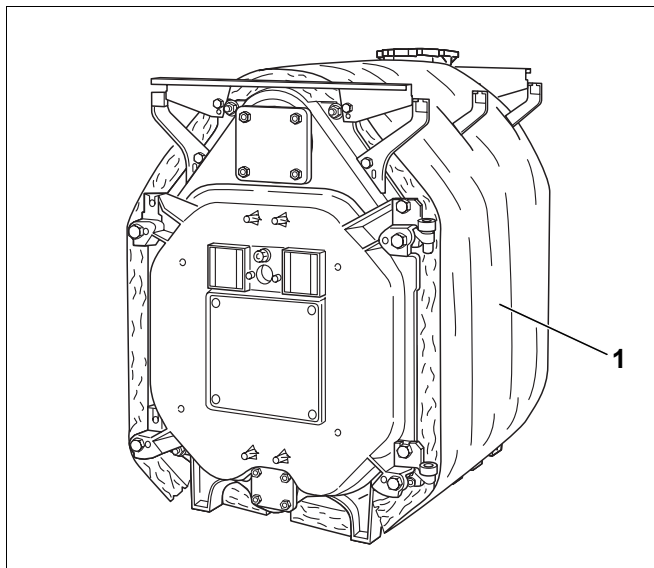

Fig. 41 Blocco caldaia con isolamento termico
- L'isolamento termico fornito in dotazione (fig. 41, [1]) corrisponde alla grandezza della caldaia. Disporre l'isolamento termico attorno al blocco caldaia secondo lo schema riprodotto nella figura 42 (le cifre sull'isolamento termico raffigurato corrispondono al numero degli elementi).